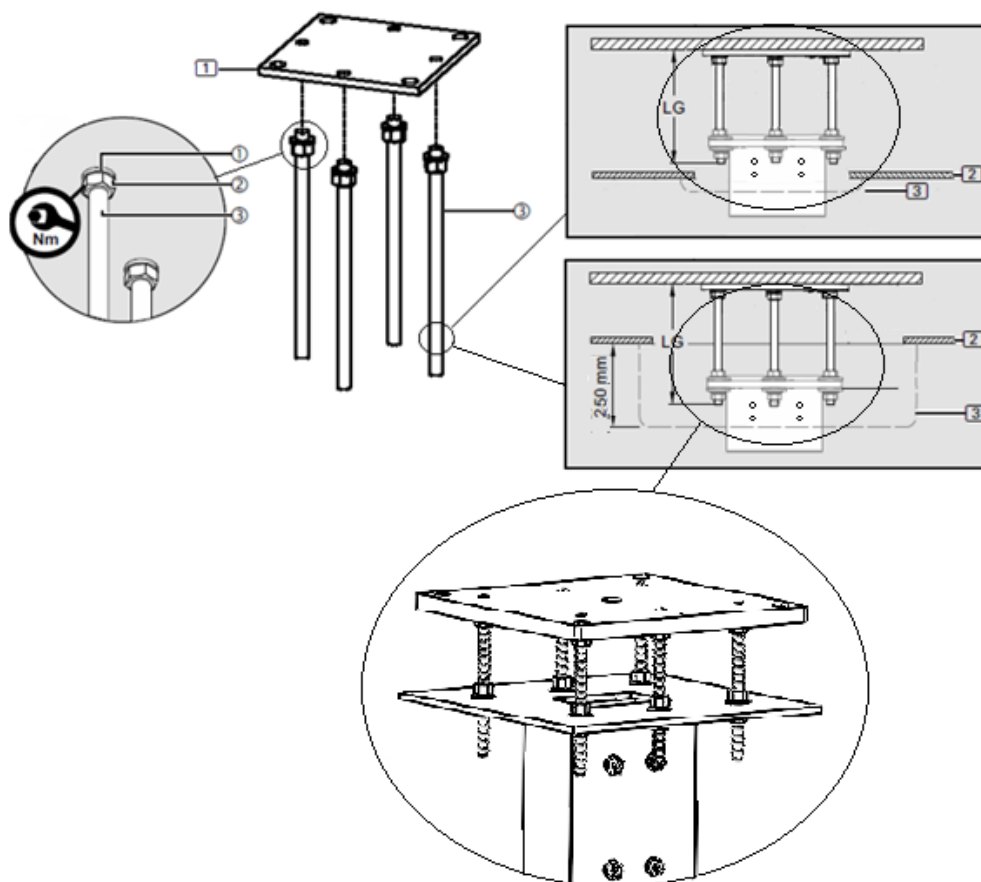

Fig. 6 Installation de la plaque d'interface dans une pièce avec faux plafond
Il existe deux configurations différentes si un tuyau de descente est installé dans une pièce avec un faux plafond. La première possibilité est que la distance entre la dalle et le faux plafond couvre entièrement la longueur LG des boulons filetés (3). Dans ce cas, une garniture de plafond plate d'une hauteur inférieure à 10 mm est fournie, comme illustré en haut à droite de la figure 6. L'autre possibilité est que la distance entre la dalle et le faux plafond n'est pas suffisante pour une installation correcte et l'alimentation en énergie, dans ce cas une garniture de 250mm de haut peut être commandée (en option) comme indiqué dans la partie inférieure droite de la figure 6.
- La garniture de plafond (3) est ensuite montée au ras du faux plafond. Elle couvre toute la surface des vis d'assemblage, comme le montre le détail de la figure 6.
- Monter 1 rondelle élastique (1) et visser 1 écrou hexagonal M10 (2) chacun sur les boulons filetés M10 (3).